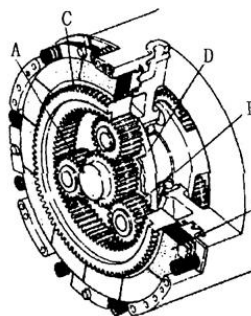

Рис. 5-20
- (1) Принцип работы планетарной передачи (Рис. 5-20)